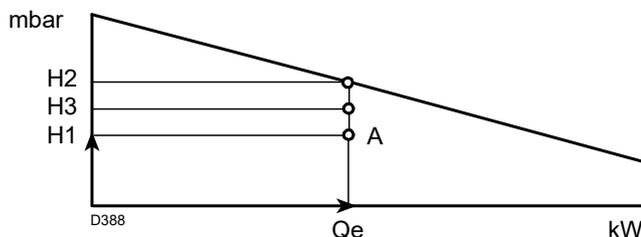

Fig. 3
- 4 Tracer une verticale à partir du point A (Fig. 3) et trouver la pression maximale H2 de la plage de puissance.
Si H3 est supérieure à H1 (Fig. 3), le brûleur peut fournir le débit demandé.